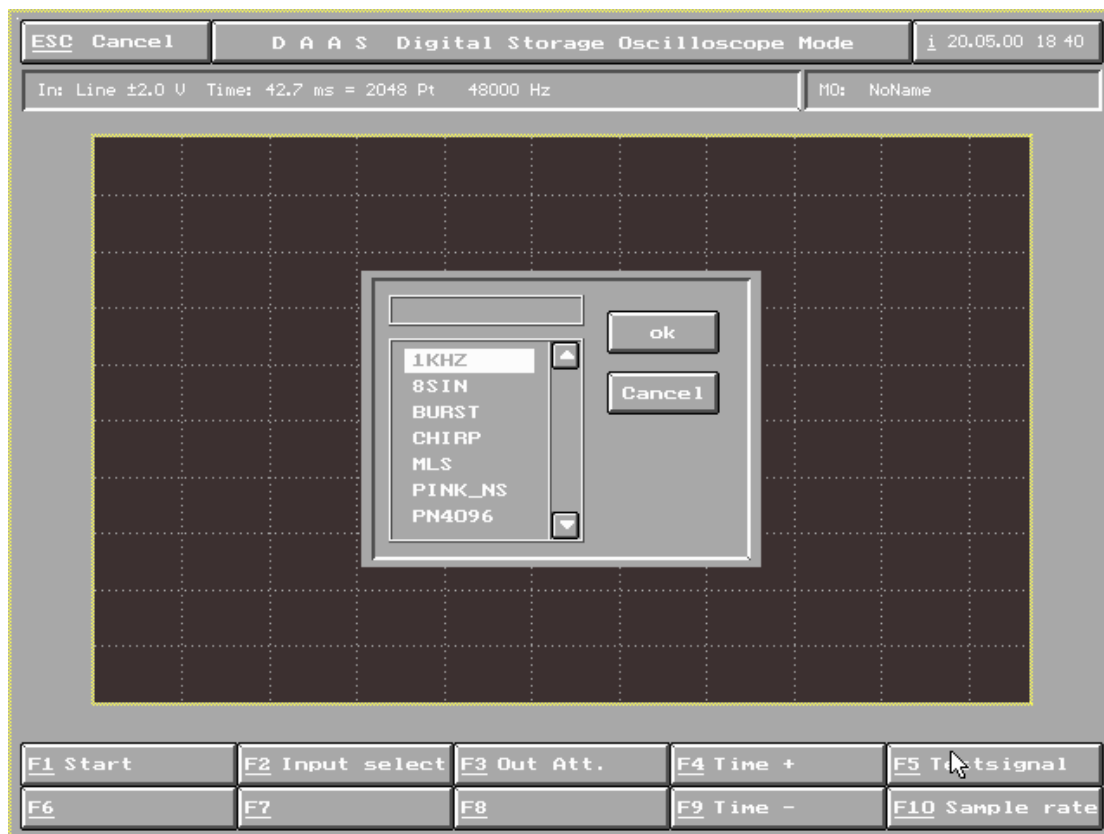

图 51
3) 点击 F5 test signal 选择 1KHZ 讯号 (图 51)